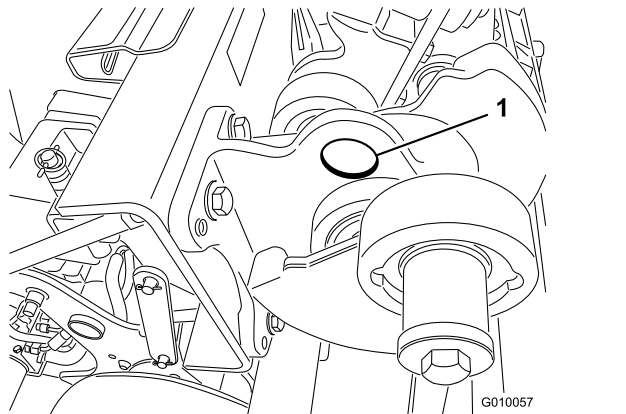

Figura 40
**Nota:** Se disponível, utilize um gancho para levantar a traseira da máquina. Utilize os olhais das caixas de rolamentos da cabeça de perfuração como pontos de ligação da ponte (Figura 40).